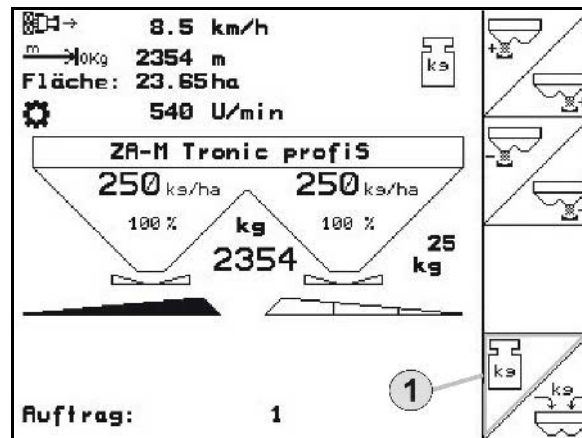

Fig. 37
- Work menu: select Automatic fertiliser calibration (Fig. 37 /1).